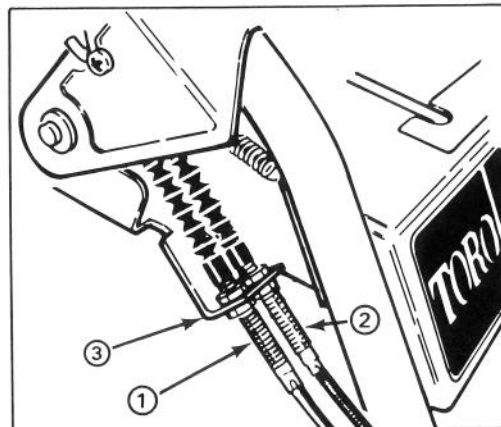

Figure 21
### RÉGLAGE DE LA COURROIE D'ENTRAÎNEMENT DE TARIÈRE/ROUE HÉLICE (fig. 21 et 22)
3. Desserrez le contre-écrou supérieur fixant le câble de la tarière/roue hélice au support de fixation (fig. 21).
### RÉGLAGE DE LA COURROIE D'ENTRAÎNEMENT DE TRACTION (fig. 21)
8. Desserrez les contre-écrous qui tiennent le câble de commande (correspondant à la courroie à remplacer) au support (fig. 21). Le câble